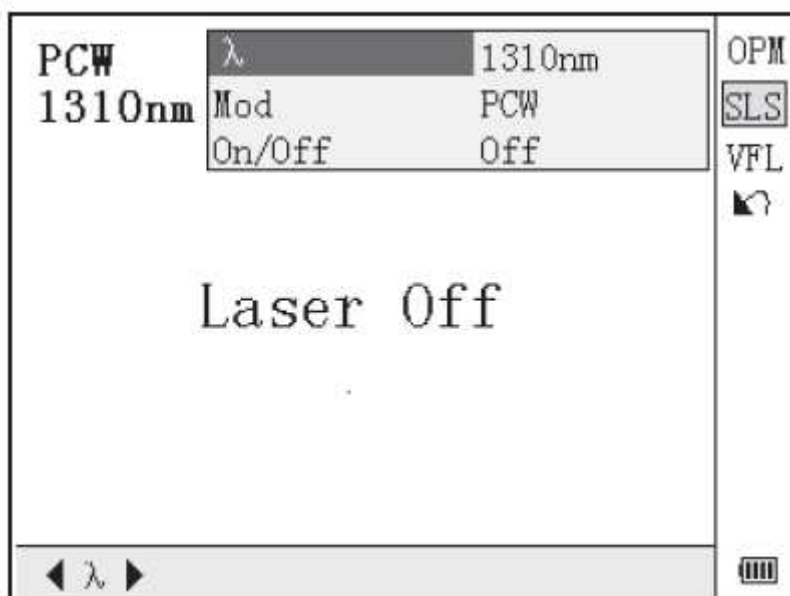

Рисунок 4-13. Настройка стабилизированного лазерного источника излучения
2. С помощью кнопок ◀ и ▶ переключайтесь между рабочими длинами волн SLS. Для перехода на интерфейс настройки SLS нажмите кнопку Enter (рисунок 4-13).